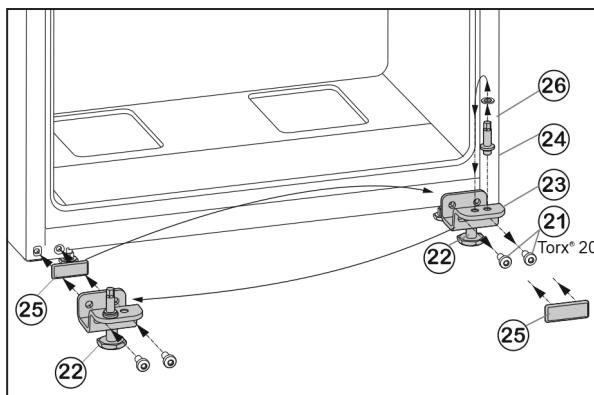

Fig. 9
- Развийте закрепващите винтове Fig. 9 (21).
- Свалете долната лагерна опора Fig. 9 (23) заедно с лагерния болт Fig. 9 (24), шайбата Fig. 9 (26) и крака Fig. 9 (22).
- Развийте лагерния болт Fig. 9 (24) заедно с шайбата Fig. 9 (26), поставете го в срещуположния отвор за лагерната опора и го завийте отново.
- Внимателно свалете покриваща плоча Fig. 9 (25) и я преместете на срещуположната страна.
- Отново завийте лагерната опора долу Fig. 9 (23) заедно с лагерния болт Fig. 9 (24), шайбата Fig. 9 (26) и крака Fig. 9 (22) върху новата страна на пантите, евент. с помощта на акумулаторна отвертка (**с 4 Nm**).
- Поставете вратата отгоре върху лагерния болт Fig. 9 (24).
- Развийте крака Fig. 9 (22) на лагерната опора долу Fig. 9 (23), докато опре върху пода.